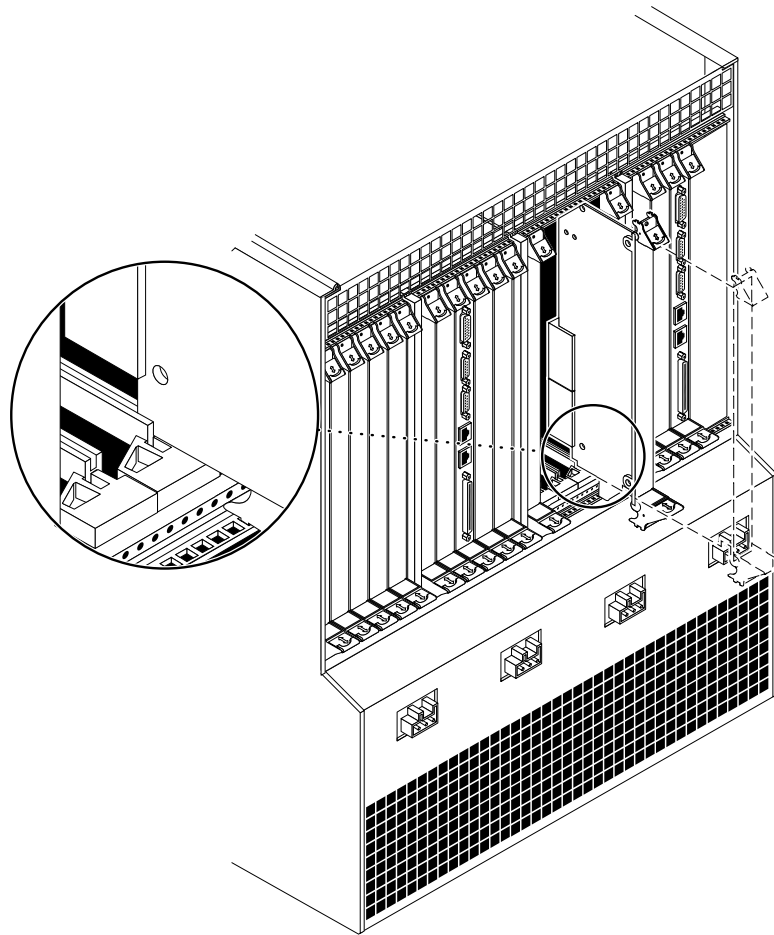

図 4-10 カードを背面カードケージの切り抜き部分に合わせる
5. カードを垂直に保ちながらスロットの 2 つのガイドの間に挿入します (図 4-10)。